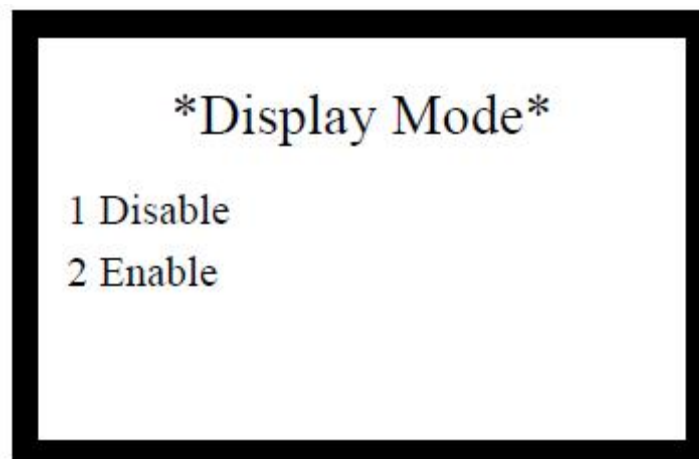

Рис. 6-43
- Вы можете установить, будут ли на панели отображаться сетевые сообщения или нет, если выберете цифру 2, как показано на Рис. 6-43..